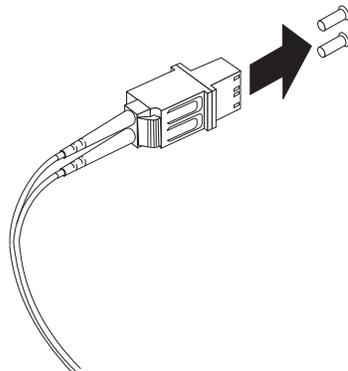

図 33. LC-SC ケーブル・アダプターの保護キャップの取り外し
3. 図 33 に示されているように、LC-SC ケーブル・アダプターの LC コネクター側の端から 2 つの保護キャップを取り外します。将来の利用のために、保護キャップを保管しておきます。